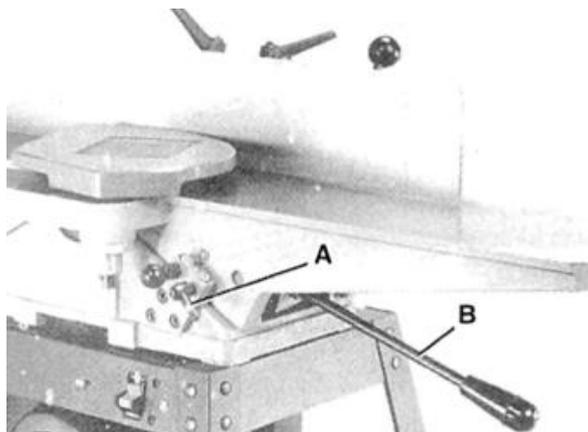

Рис. 23 Стопорная рукоятка стола
Удалите установочный винт (A) – Рис. 23 со стойки (B) ограждения режущей головки (C).
1. Для того чтобы поднять или опустить загрузочный стол необходимо открутить стопорную рукоятку стола (А) – Рис. 23, расположенную с задней стороны стола.
разблокировать неподвижный упор. Рукоятка наклона (Е) установлена с задней стороны ограждения и помогает наклонить его. ПРИМЕЧАНИЕ: Стопорная рукоятка (С) – Рис. 23 имеет пружинную нагрузку и может перемещаться посредством вытягивания и установки на зубчатую гайку, расположенную под рукояткой.